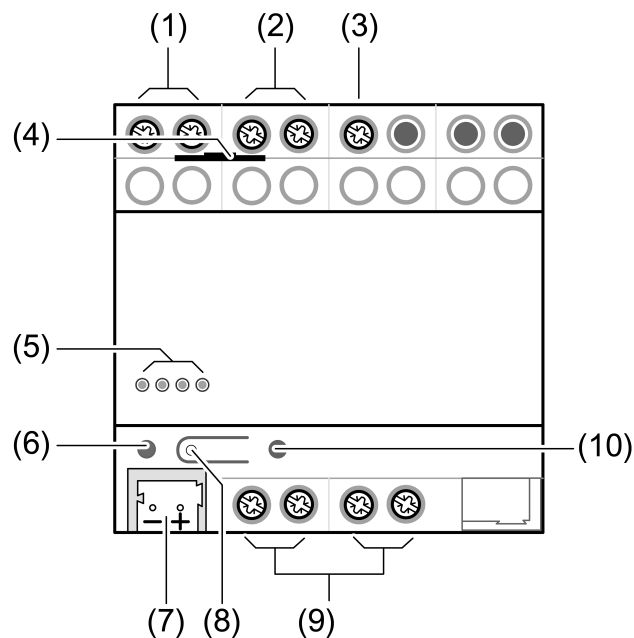

Bild 1
- Programmieraste (8) drücken (Bild 1).